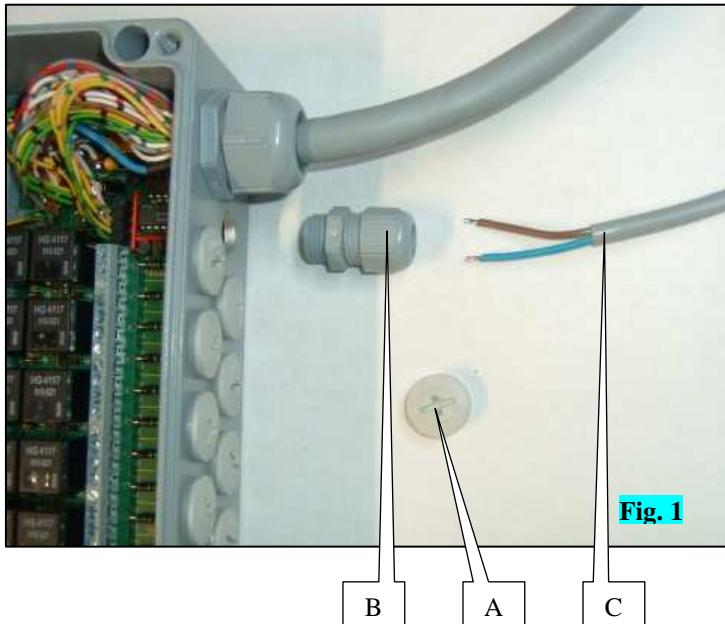

Fig. 1
Each cell cable is equipped with a socket to be connected to the wire harness. The wire harness plugs E to be connected to the cells are 4-way plugs and the wire harness' cables are numbered at box outlet F (fig. 1):
- Bringen Sie mit Hilfe des Flansches die Halterung A (Abb. 1) so weit wie möglich in der Mitte des Balkens der Sämaschine C (Abb. 1) an.
- Befestigen Sie den Verteilerkasten B (Abb. 1) auf der Halterung.
Jedes Zellenkabel ist mit einer passenden Steckdose für das Kabelbündel ausgestattet. Die Stecker E des Kabelbündels, die für die Zellen bestimmt sind, haben 4 Stifte und die Kabel des Kabelbündels sind am Ausgang des Kastens F (Abb. 1) nummeriert:
- Bevestig de steun A (fig. 1) met behulp van de flens op het frame van het zaaimachine C (fig. 1), zo dicht mogelijk bij het midden van de zaaimachine.
- Bevestigen de aansluitdoos B (fig. 1) op de steun.
Iedere celkabel is uitgerust met een stekker voor in de leidingbus. De stekkers E van de leidingbus aan te sluiten op de cellen zijn vierwegstekkers en de kabels van de leidingbus zijn genummerd bij de uitgangen van de aansluitdoos F (fig.1):
- fijar el soporte A (fig. 1) con la brida en la viga de la sembradora C (fig.
- fijar la caja de conexiones B (fig. 1) al soporte.
Cada cable de célula está equipado con una toma para conectar al mazo. Las tomas E del mazo a conectar a las células son tomas de 4 vías y los cables del mazo están numerados a la salida de la caja F (fig. 1):
Ogni cavo di cellula è fornito di una presa da collegare al fascio. Le prese E del fascio da collegare alle cellule sono prese multiple da 4 attacchi e i cavi del fascio sono numerati sull'uscita della scatola F (fig. 1):
-Enlever le bouchon A (fig. 1) correspondant au passage du câble de la coupure n°1 (coupure la plus à gauche du semoir par rapport au sens d'avancement)
-Visser le presse étoupe B (fig. 1 et 2) à la place du bouchon
-Passer le câble C (fig. 1 et 2) de la coupure n°1 dans le presse étoupe
-Remove plug A (fig. 1) corresponding to the cable raceway of cutter n°1 (cutter that is the furthest to the left of the seeder in relation to the forward direction)
-Screw in cable gland B (fig. 1 and 2) in place of the plug
-Pass cable C (fig. 1 and 2) of cutter n°1 into the cable gland
-Nehmen Sie die Kappe A (Abb. 1) des Anschlusses für das Kabel der 1. Reihenabschaltung (erste Reihenabschaltung von links der Sämaschine in Fahrtrichtung) ab.
-Schrauben Sie die Stopfbüchse B (Abb. 1 und 2) an Stelle der Kappe.
-Führen Sie das Kabel C (Abb. 1 und 2) von der Reihenabschaltung Nr. 1 in die Stopfbüchse
- Verwijder de dop A (fig. 1) die overeenkomt met de passage van de kabel van de onderbreker n°1 (onderbreking uiterst links van de zaaimachine, in de rijrichting)
- Schroef de stopbus B (fig. 1 en 2) op de plaats van de dop.
- Breng de kabel C (fig. 1 en 2) van de onderbreker n°1 in de stopbus
- Quitar el tapón A (fig. 1) correspondiente al paso del cable del corte n° 1. (el corte más a la izquierda de la sembradora respecto al sentido del avance).
- Atornillar el prensaestopas B (fig. 1 y 2) en el lugar del tapón.
- Pasar el cable C (fig. 1 y 2) del corte n° 1 por el prensaestopas.
-Rimuovere il tappo A (fig. 1) corrispondente al passaggio del cavo del taglio n°1 (il taglio più a sinistra della seminatrice rispetto al senso di avanzamento)
-Avvitare il premistoppa l B (fig. 1 e 2) al posto del tappo
-Passare il cavo C (fig. 1 e 2) del taglio n°1 nel premistoppa